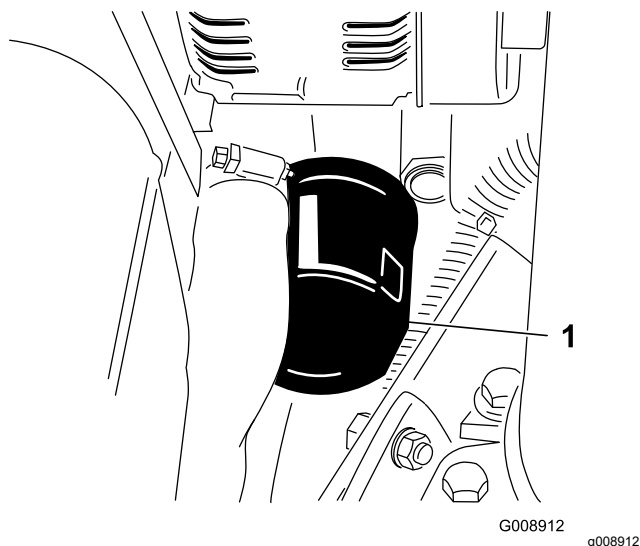

Figure 62
3. Déposez le filtre à huile (Figure 62).